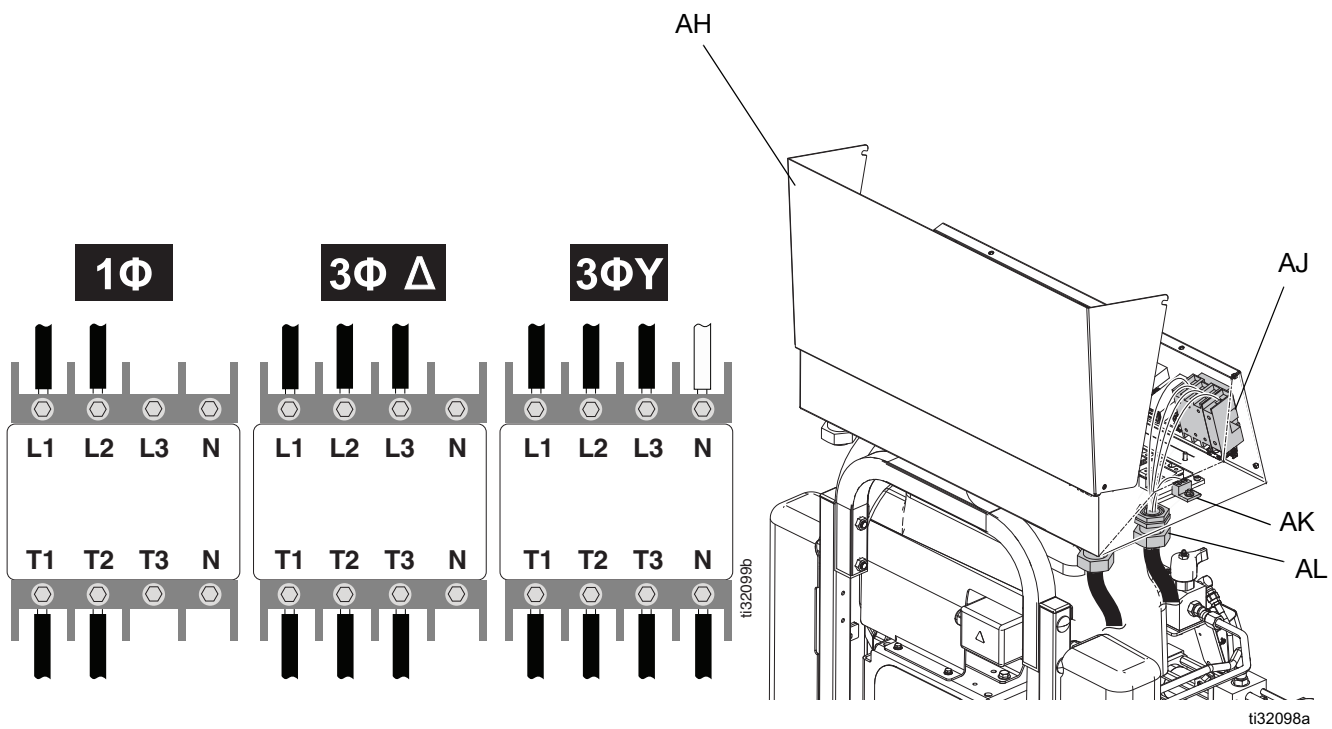

图 8: 连接输入电源线
2. 将主电源断开设备 (CE) 关闭。
3. 松开螺栓 (BH) 并向上提起门，打开电气外壳门 (AH)。参见图 8 所示。
4. 将电源线穿过电气外壳 (C) 中的电源入口线夹 (AL)。拧紧电线夹 (AL)。参见图 8 所示。
5. 将输入电源线连接到主断路器端子 (AJ) 和主接地片 (AK)，如图 8 所示。用 55 英寸-磅 (6.2 N•m) 的扭力拧紧。轻轻拉一下所有接线，以验证是否正确固定。
- a. **230 伏，单相：**使用 5/32 或 4 毫米内六角扳手，将两根电源线连接到 L1 和 L2。将绿色线连接到接地片 (AK)。
- b. **230 伏，3 相：**使用 5/32 或 4 毫米内六角扳手，将三根电源线连接到 L1、L2 和 L3。将绿色线连接到接地片 (AK)。
- c. **400 伏，3 相：**使用 5/32 或 4 毫米内六角扳手，将三根电源线连接到 L1、L2 和 L3。将中线连接到 N。将绿色线连接到接地片 (AK)。
6. 确保所有项目均已正确连接，如图 8 所示。关闭电气外壳门 (AH) 并拧紧螺栓 (BH)。